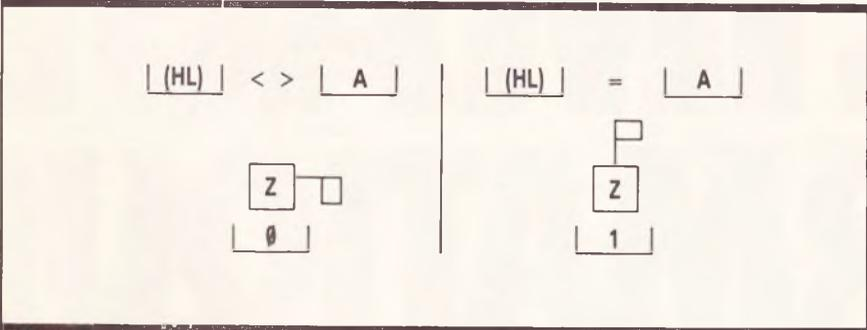

Fig.4
Il existe l'instruction CP(HL) CODE 190 qui compare le contenu de HL avec A et met à 0 le drapeau Z si les deux valeurs sont *différentes* ; elle le mettra à 1 si le contenu de HL est égal à celui du registre A (fig. 4).